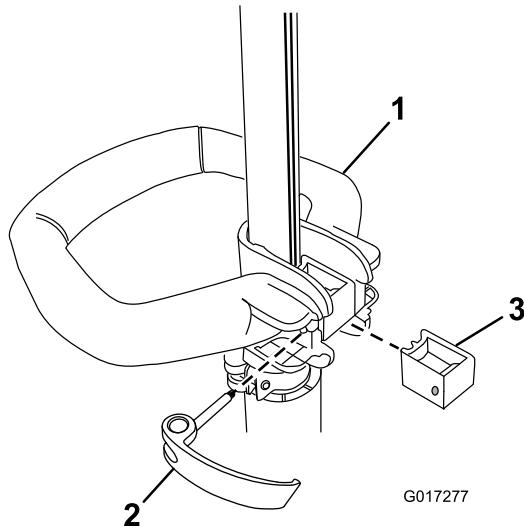

Figura 1
1. Coloque la empuñadura auxiliar sobre el mango de la desbrozadora con la superficie lisa hacia el operador (Figura 1).
2. Introduzca la pieza de refuerzo en la empuñadura auxiliar de manera que el refuerzo encaje en la ranura del mango (Figura 1).
3. Pase el pestillo desde la izquierda a través de la empuñadura y la pieza de refuerzo, y apriete el tornillo del pestillo con un destornillador Phillips (Figura 1).